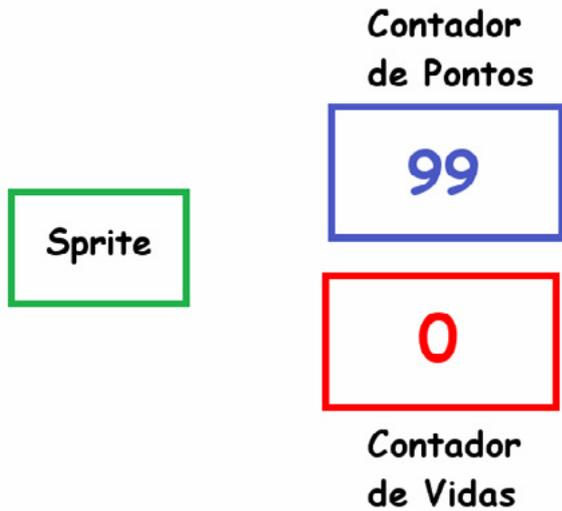

Figura 3
O contador de pontuação pode ter armazenado qualquer valor numérico que será exibido automaticamente quando o jogo terminar. O contador de vida pode conter qualquer valor numérico, mas lembre-se de que quando esse contador chegar a zero (0), o jogo acabar. Na figura 3 atribuímos o valor: 99 ao contador de pontos e atribuímos zero (0) ao contador de vidas: